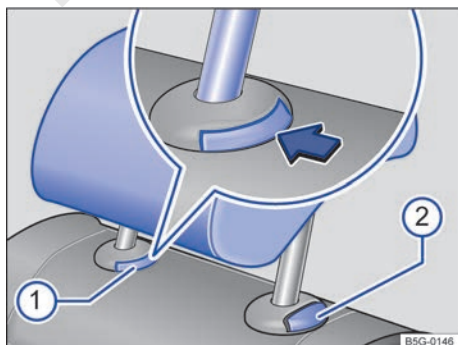

Fig. 81 Desmontaje de los apoyacabezas traseros.
- Pulse la tecla → fig. 81 ① de la guía del apoyacabezas.
- Al mismo tiempo presione la tecla ② mientras una segunda persona extrae el apoyacabezas completamente.